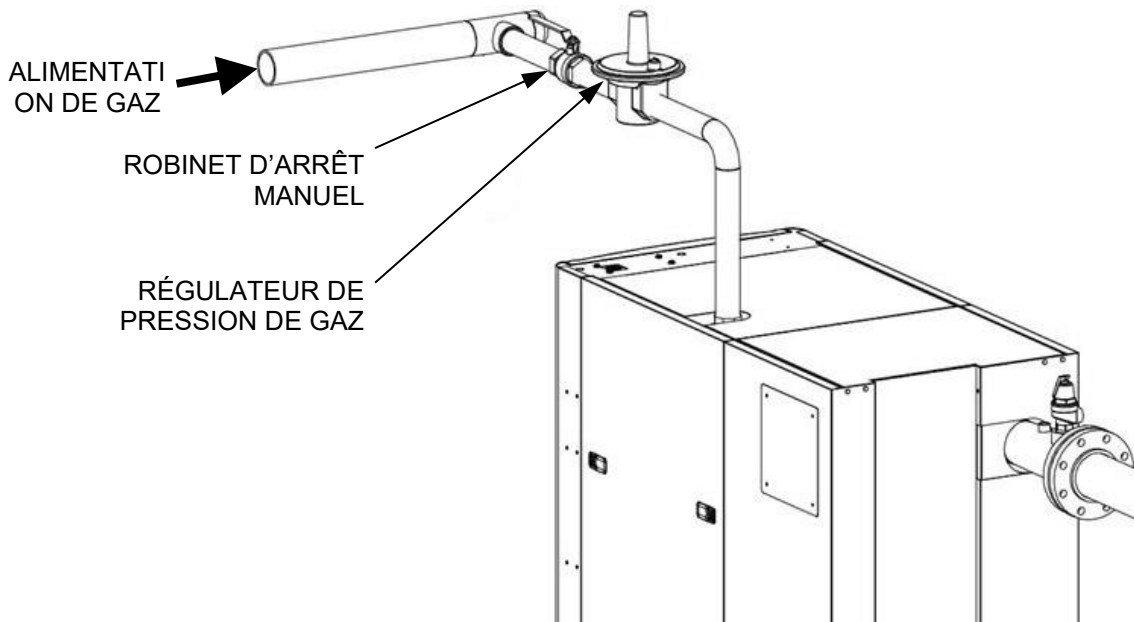

Figure 2 : Directives sur les raccordements de tuyaux de gaz de chaudières multiples (BMK2500 illustrée)
- Dans le cas des unités Benchmark 1500 à 6000, lorsqu'elles sont installées horizontalement, la distance requise entre le régulateur de pression de gaz et le raccord de tuyau, le coude ou la vanne le plus proche est de **5 à 10 diamètres de tuyau**, comme illustré à la figure 2 ci-dessus.